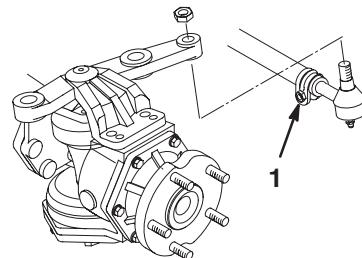

Bild 3
- Nehmen Sie die Splints und Muttern von den Kugelgelenken der Zugstange ab. Setzen Sie die Kugelgelenke in das hintere Loch jedes Achsenlenkarms. Setzen Sie die Kugelgelenke von der Unterseite jedes Lenkarms ein (Bild 3).